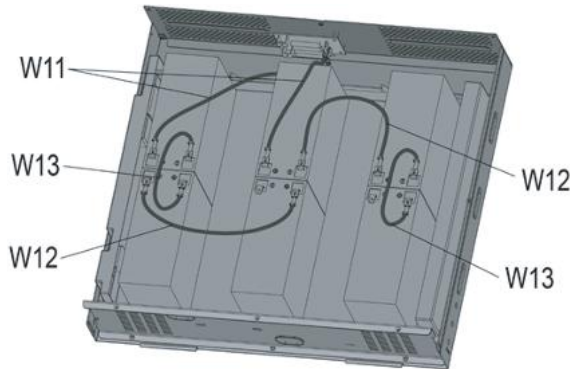

Рис. 2-4
(1) Подключите провод аккумулятора (w11, w12, w13) в соответствии с рис. 2-4.